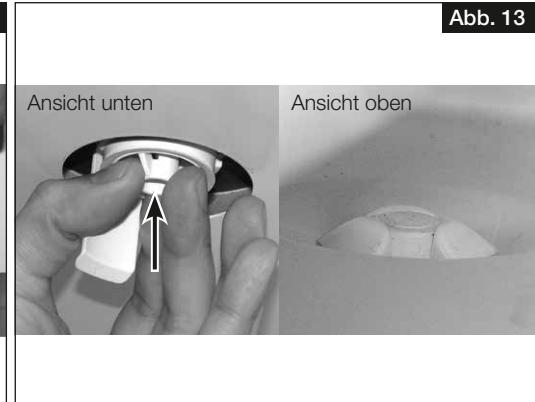

Abb. 13
2. Befestigungsteil von unten in die Öffnung der Bodenwanne stecken, bis die Krallen an der Blechkante der Bodenplatte einrasten (s. Abb. 13).